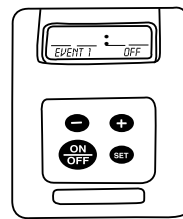

FIG. 4
- 3) Después de ajustar la hora de encendido, oprima una vez el botón SET (Ajuste). La pantalla mostrará ahora EVENT 1 OFF (Evento 1 apagado). (Véase la Fig. 4)